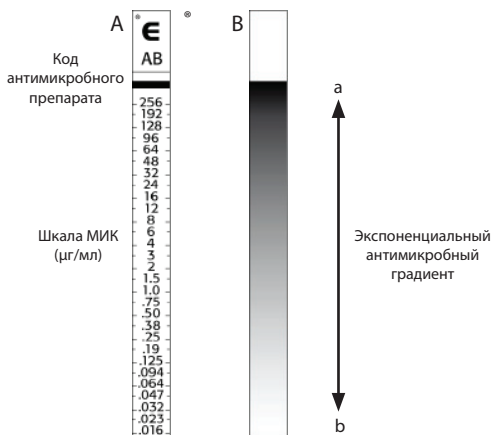

Рис. 1: Конфигурация градиента Etest
Etest представляет собой тонкую, инертную, непористую пластиковую тест-полоску. На одну сторону тест-полоски (A) нанесена шкала МИК в $\mu\text{г/мл}$ и двух- или трехбуквенный код сверху для обозначения наименования антибиотика. На другой стороне тест-полоски (B) зафиксирован стандартный экспоненциальный градиент антибиотика в сухом и стабилизированном виде с максимальной концентрацией в точке **a** и минимальной в точке **b** (рис. 1). Градиент покрывает непрерывный диапазон концентрации в пределах 15 двукратных разведений традиционного метода МИК.
- При обращении с тест-полосками Etest вручную их можно брать только за верхнюю часть, т. е. область, обозначенную Е. **Нельзя прикасаться к поверхности полоски в зоне нанесения градиента антибиотика, т. е. со стороны, противоположной стороне с нанесенной шкалой МИК (рис. 1, В).** До начала использования тест-полоски можно поместить в лоток аппликатора (рис. 3). Успешно взять тест-полоски Etest можно с помощью ручного аппликатора (например, Mini Grip-It, пинцетом или подобными устройствами) или вакуумного пинцета Nema C88™ (bioMérieux SA) (рис. 3 и 4). Пенопластовые картриджи с полосками Etest должны быть напрямую загружены в прибор для автоматического нанесения Simplex C76™ (bioMérieux SA).